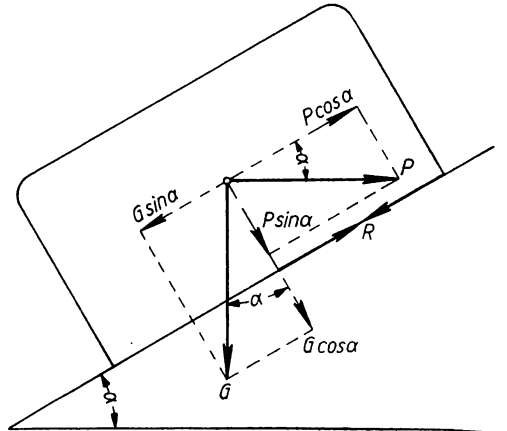

Bild 252
**386.** Welche waagerechte Kraft muß an einem auf geneigter Ebene befindlichen Körper vom Gewichte  $G$  angreifen, um ihn gleichförmig aufwärts oder abwärts zu ziehen? (Bild 252.)